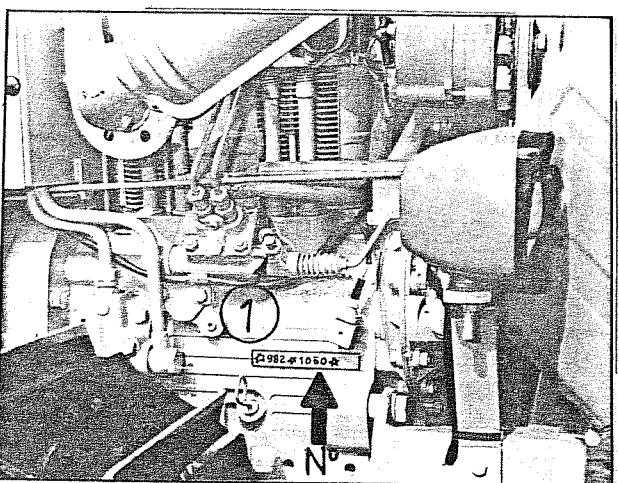

fig. 3
Il tipo e il numero del motore è stampigliato sulla targhetta del motore e sul monoblocco (fig. 3).
- 1) Tirare il bottone supplemento gasolio (1 fig.3)